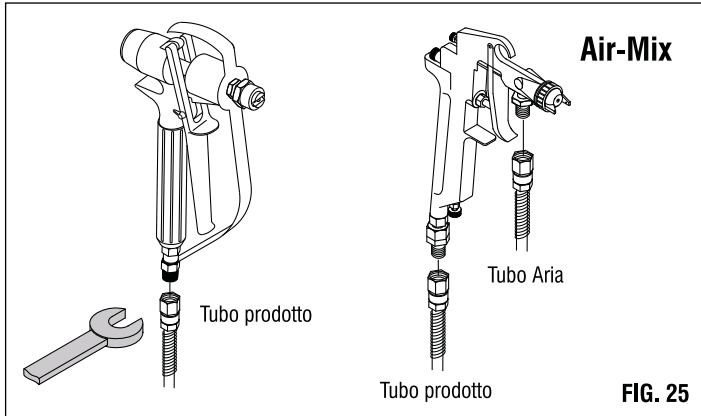

FIG. 25
-Collegamento pistola (Fig.25)